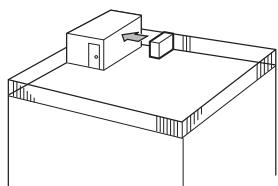

Fig. 2-2
- ① Coloque la salida de aire de frente a la pared más próxima a una distancia de unos 50 cm (19 11/16") de ella. (Fig. 2-2)